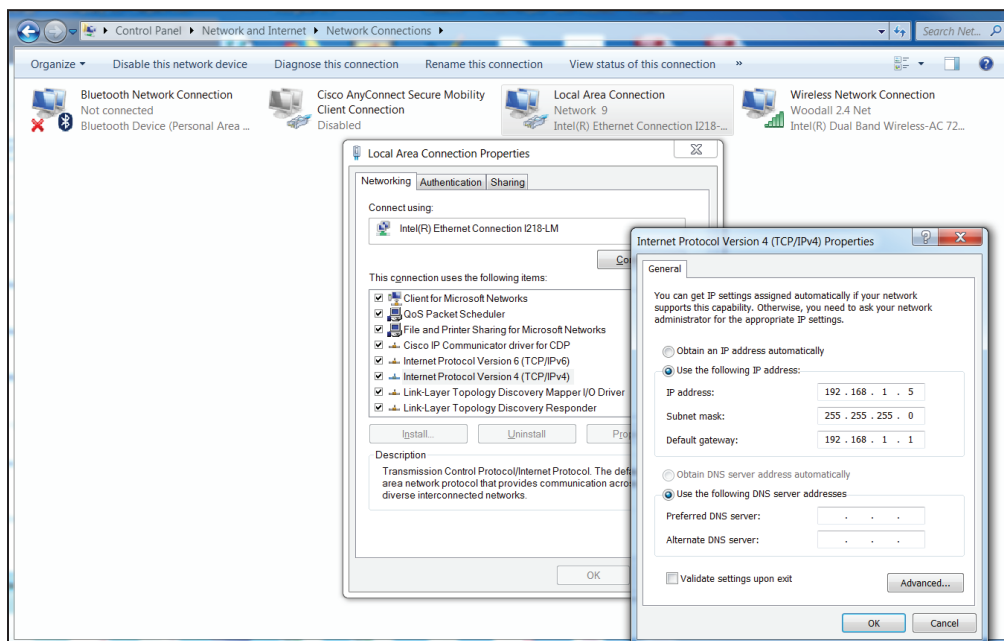

Figura 3. Configuração de um endereço IP estático em um computador para conexão ao gateway de comunicação.
PASSO 2. O gateway de comunicação é acessado usando uma interface de navegador web. O IP de um gateway de comunicação tem a configuração default 192.168.1.1 com o DHCP ajustado para **On**. Para acesso à rede do gateway de comunicação, configure o endereço de rede do computador para “Obter um endereço IP Automaticamente” e “Obter o Endereço do Servidor DNS Automaticamente” no campo de ajustes de endereços LAN do computador. Isso habilita uma conexão do gateway de comunicação à rede. Alternativamente, pode ser usado um endereço IP estático dentro da rede 192.168.1.x. Ver Figura 3.